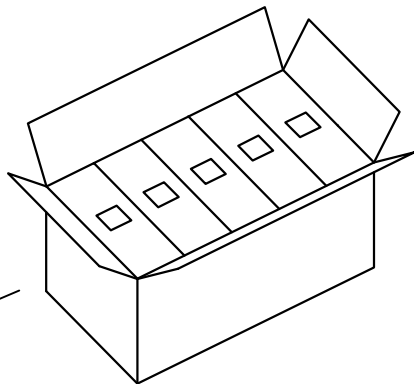

图4 外箱
- 3: 如图4, 每外箱装10内盒, 数量为10X(5X500pcs)。